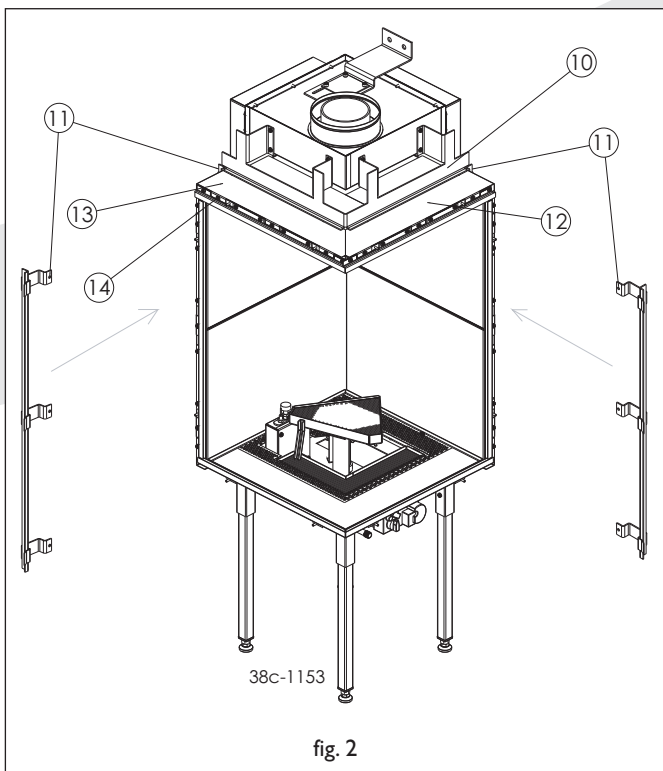
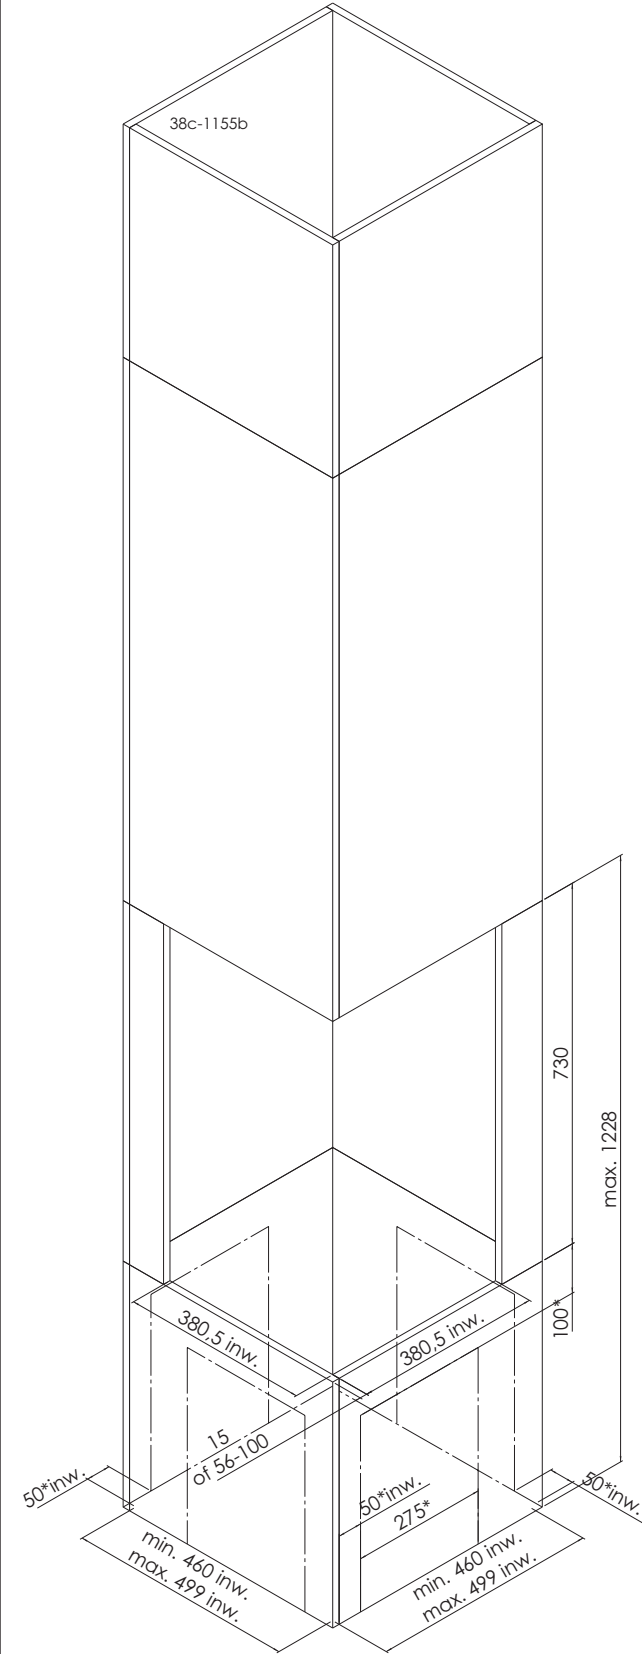

fig. 2
fig. 3
Montez les éléments comme indiqué sur la figure 2.
Montez un manteau de cheminée comme indiqué sur les figures 3 ou 4.
Attention : Les cotes indiquées sur les figures 3 et 4 sont les cotes intérieures !
1. Installation en saillie : la façade de l'appareil est en avancée par rapport au manteau de cheminée (figure 3 et 5). Fixez les butées (fournies dans le kit pour l'installation en saillie) à l'appareil au moyen des vis, comme indiqué sur la figure 2.
L'utilisation d'un panneau de commande est indispensable. Ce panneau de commande est fourni de façon standard. Les figures 3 à 6 indiquent à quelles distances (*) placer éventuellement le panneau pour ne pas être gêné par les pieds de l'appareil.
La zone dans laquelle peut être monté le panneau de commande est indiqué sur les figures 3, 4, 5 et 6.